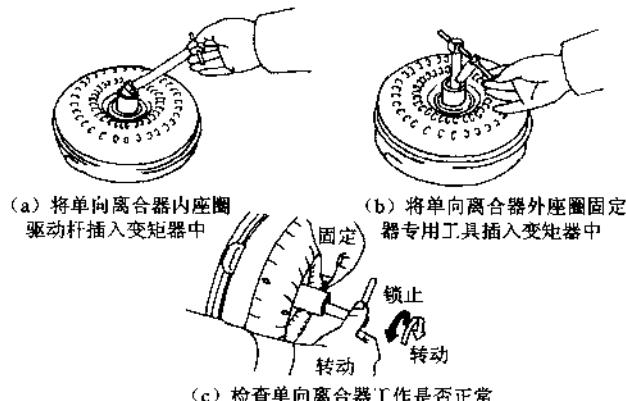

图 5.9 导轮单向离合器的检查
③ 检查导轮的单向离合器。将单向离合器内座圈驱动杆（专用工具）插入变矩器中如图 5.9 (a) 所示；将单向离合器外座圈固定器专用工具插入变矩器中，并卡在轴套上的油泵驱动缺口内如图 5.9 (b) 所示；转动驱动杆，检查单向离合器工作是否正常。在逆时针方向上单向离合器应锁止，顺时针方向应能自由转动如图 5.9 (c) 所示。如有异常，说明单向离合器损坏，应更换液力变矩器。